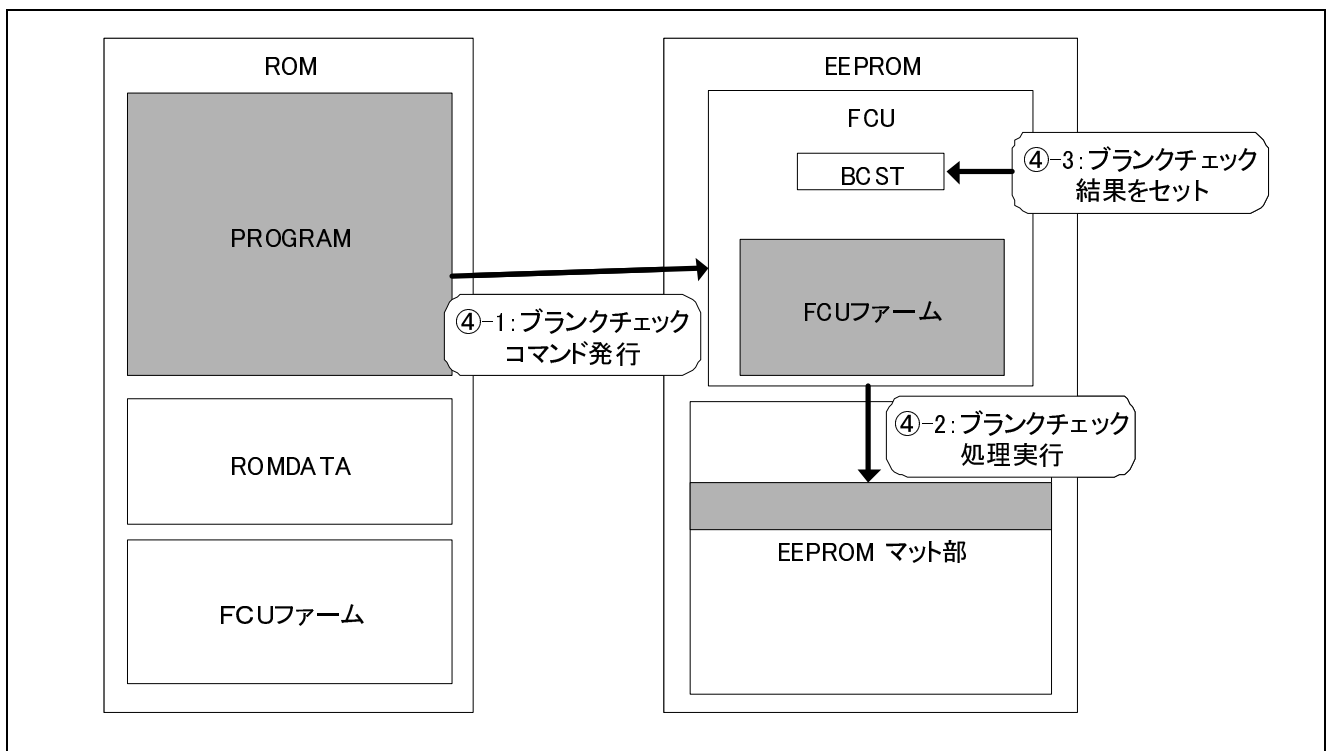

図 3.3 ブランクチェックのイメージ図
④-1:表 3.1 に示した順で FCU にブランクチェックコマンドを発行します。
- ④-2:FCU が正常にプログラムコマンドを受けると、コマンドが発行されたアドレス領域のブランクチェック処理を実行します。
- ④-3:対象領域のブランクチェックの結果がブランクチェックステータスレジスタ内のブランクチェックステータスビット(BCST)にセットされます。
- 図 3.3 にブランクチェックのイメージ図を示します。